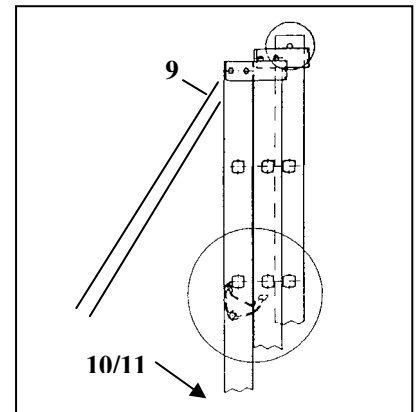
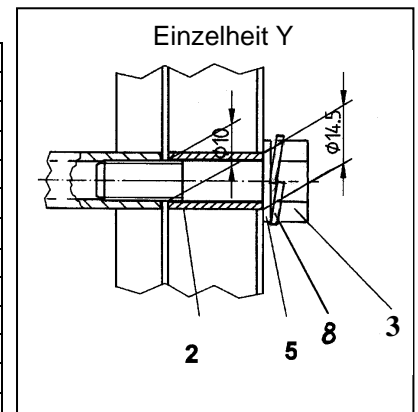
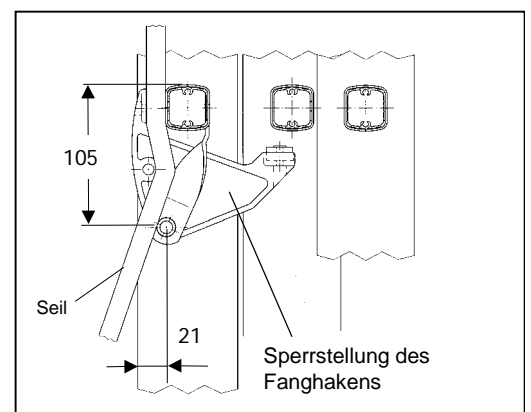

Abb. 1
Abb. 2
Abb. 4
- 2.1 Die Montage erfolgt am unteren Leiterteil **unterhalb der 2. Sprosse** von oben (siehe Abb.1). Die beiden Holme genau nach Abb.2 und Abb.4 bohren.
2.6 Auszugseil zwischen der Querstange des Fanghakens und den Sprossen durchführen (siehe Abb.4).
Die Federspannung kann durch Verdrehen der Achse bei gelockerten Schrauben (Pos.3 in Abb.2) verändert werden.